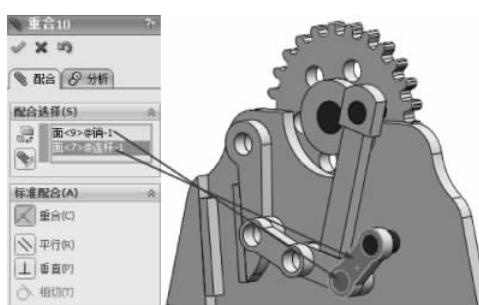

图 3-158 重合配合
(21) 继续进行配合约束,选择【标准配合】选项组下的【重合】配合类型 ,在【要配合的实体】选择框 中选择如图 3-158 所示的面,其他保持默认,单击【确定】按钮 ,完成重合配合。